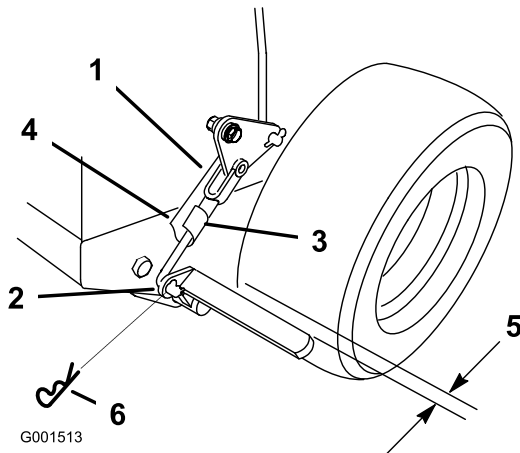

Bild 42
3. Entfernen Sie den Federsplint aus dem Bremsunterlenker (Bild 42).
Sie den Bremsgestängebügel nach links aus dem Bügel heraus, um die Feststellbremse zu lösen (Bild 42).
Hinweis: Bei gelöster Feststellbremse sollte der Abstand zwischen dem Reifen und der flachen Stange ca. 6 mm sein (Bild 42).
5. Befestigen Sie den Unterlenker mit dem Splint und dem Lastösenbolzen am unteren Bremshebel (Bild 42).